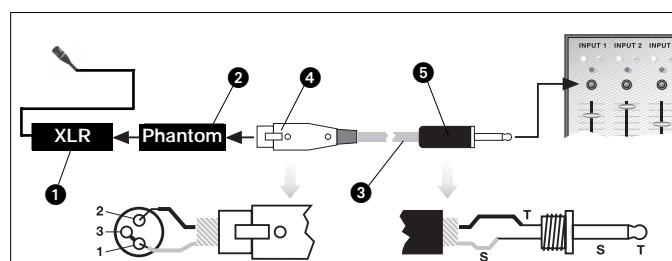

Fig. 4: Conexão a uma entrada não balanceada
1. Solde em ponte os pinos 1 e 3 no conector XLR (4) e conete à malha do cabo. Veja fig. 4.
2. Conete o núcleo do cabo com o pino 2 do conector XLR (4) e com a ponta do plug banana (5).